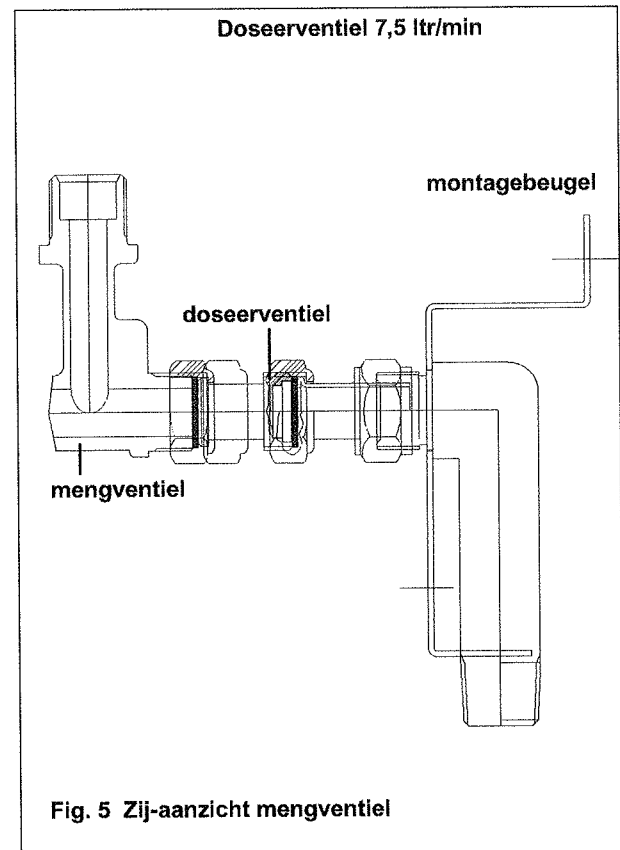

Fig. 5 Zij-aanzicht mengventiel
In de koudwaterleiding vóór het mengventiel is een doseerventiel geplaatst (zie fig. 5). Dit ventiel begrenst het tapdebiet tot 7.5 ltr/min. Het mengventiel (zie fig. 5) zorgt er voor dat de tapwatertemperatuur op een constante waarde wordt gehouden.
- Doseerventiel vervuild (zie fig. 5).
- Doseerventiel defect, debiet te groot (zie fig. 5).
- Mengventiel door kalkvorming aangetast of te laag ingesteld (zie fig. 5).